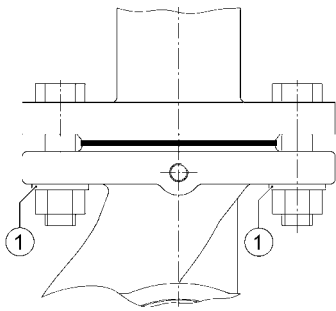

Fig. 12: Montage met combiflens
- Tussen de schroef-/moerkop en de combiflens moeten de meegeleverde onderlegschilden (afb. 12, pos. 1) worden gebruikt.